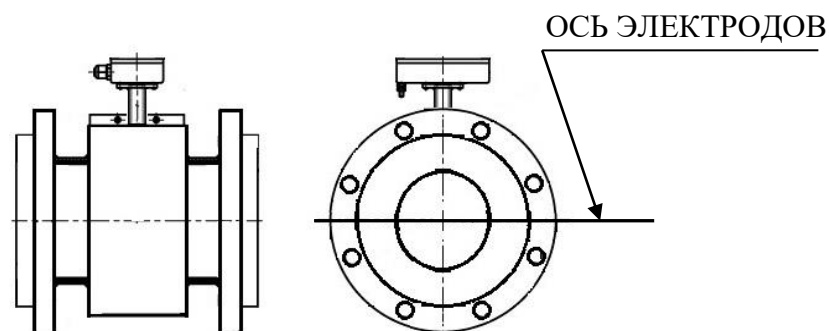

Рисунок 3. Установка в горизонтальных трубопроводах
8.1.2 При установке в горизонтальном трубопроводе отклонение оси электродов от горизонтальной линии не более 10° (Рисунок 3).